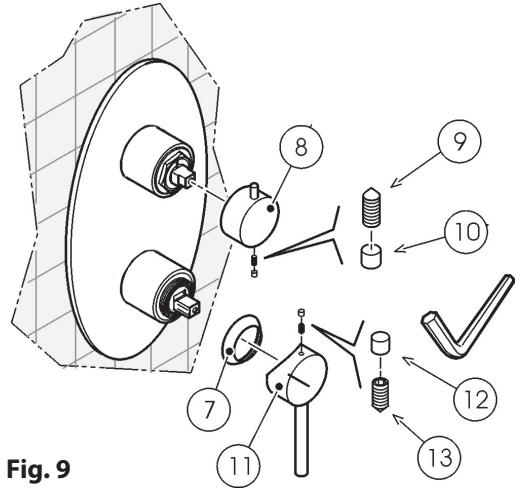

Fig. 9
- Montare la maniglia deviatore (8), avvitare il grano (9) e chiudere con il tappo (10). Avvitare il coprighiera (7) e inserire la maniglia erogatore/miscelatore (11) bloccare poi con il grano (13) e chiudere col tappo (12). (Fig. 9)
- Mount the diverter lever (8), screw in the grub screw (9) seal with cap (10). Screw in lock nut cap (7) and put in supply/mixer lever (11) fasten with grub screw (13) and seal with cap (12) (Fig. 9).
- Den Umstellgriff (8) montieren, die Absperrschraube (9) festziehen und den Abdeckstopfen (10) anbringen. Die Kappe anschrauben (7), den Bedienungshebel (11) einsetzen, die Absperrschraube (13) festziehen und den Abdeckstopfen (12) einsetzen. (Abb. 9)
- Monter la poignée de l'inverseur (8), visser la vis (9) et refermer avec la pastille (10). Visser la cloche (7) et insérer la manette du mitigeur (11), ensuite bloquer avec la vis (13) et refermer avec la pastille (12). (Fig. 9)
- Coloque la maneta distribuidora (8), atornille el tornillo prisionero (9) y cierre con el tapón (10). Enrosque el embellecedor (7) e introduzca la maneta de regulación caudal/temperatura (11); bloquee con el tornillo prisionero (13) y cierre con el tapón (12). (Fig.9)
- Установить ручку девиатора (8), закрутить винт (9) и зарыть его заглушкой (10). Установить накладку хомута (7) и приемно-выпускную ручку (11), зафиксировать винтом (13) и закрыть заглушкой (12). (Рис.9)